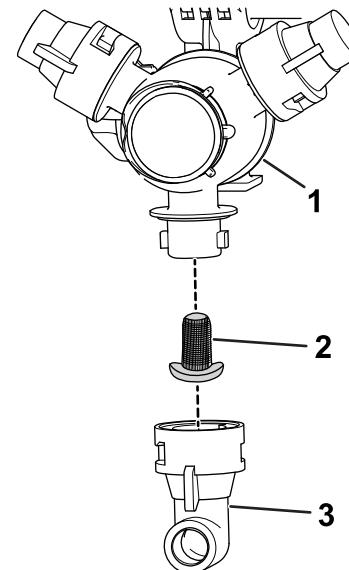

Figura 91
2. Retire la boquilla de la torreta de fumigación (Figura 91).
3. Retire el filtro de boquilla usado (Figura 91).
4. Instale el filtro de boquilla nuevo (Figura 91).
5. Instale la boquilla en la torreta de fumigación (Figura 91).